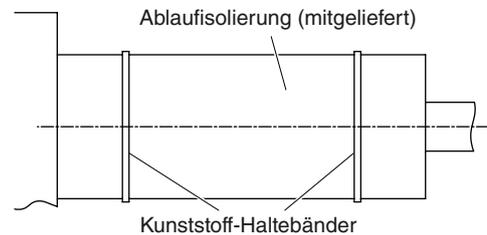

Abb. 3-10b
(2) Nach Kontrollieren des Abflufs das mitgelieferte Abdichtmaterial und die Isolierung um das Rohr wickeln, dann mit den mitgelieferten Halteklammern sichern. (Abb. 3-10b)